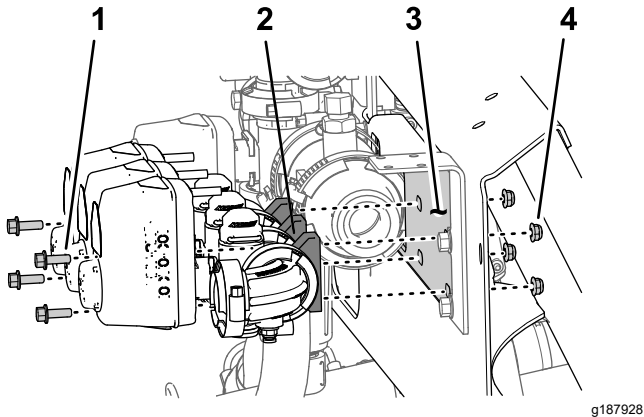

Figura 52
1. Retire los 2 pernos con arandela prensada ( $\frac{1}{4}$ " x  $\frac{3}{4}$ ") y 2 contratuercas ( $\frac{1}{4}$ ") que sujetan la válvula de sección del brazo derecho al soporte del distribuidor (Figura 52).
2. Retire los 2 pernos con arandela prensada ( $\frac{1}{4}$ " x  $\frac{3}{4}$ ") y 2 contratuercas ( $\frac{1}{4}$ ") que sujetan la válvula de sección del brazo izquierdo al soporte del distribuidor (Figura 52).
3. Retire las válvulas de sección de los brazos del soporte del distribuidor y aparte las válvulas (Figura 52).